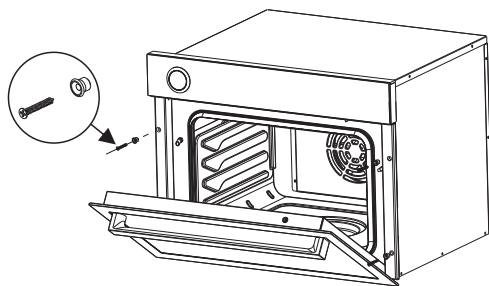

图 4
- 打开蒸烤箱门并且通过侧部支柱螺丝孔, 用四个本产品提供的螺丝钉来进行固定, 如图4所示。